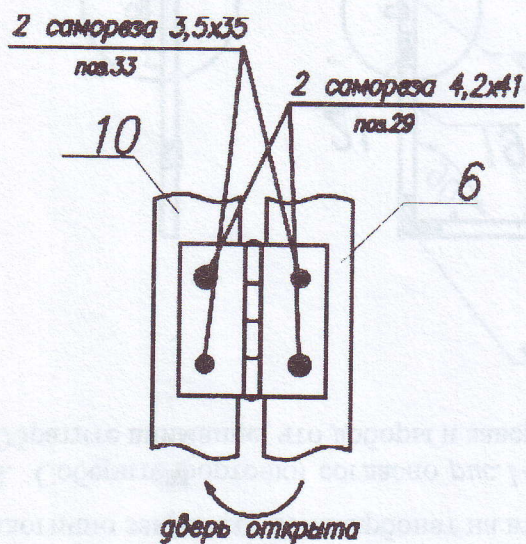
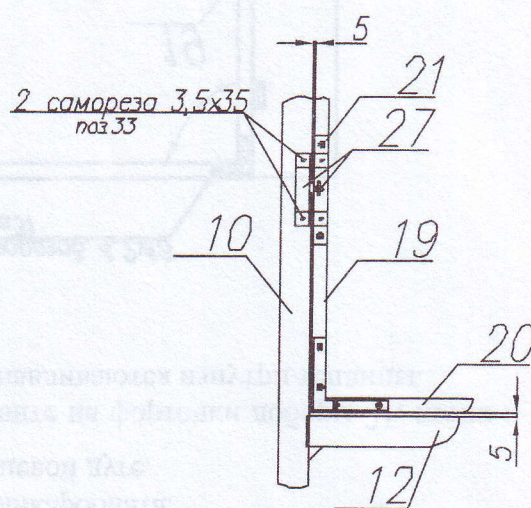
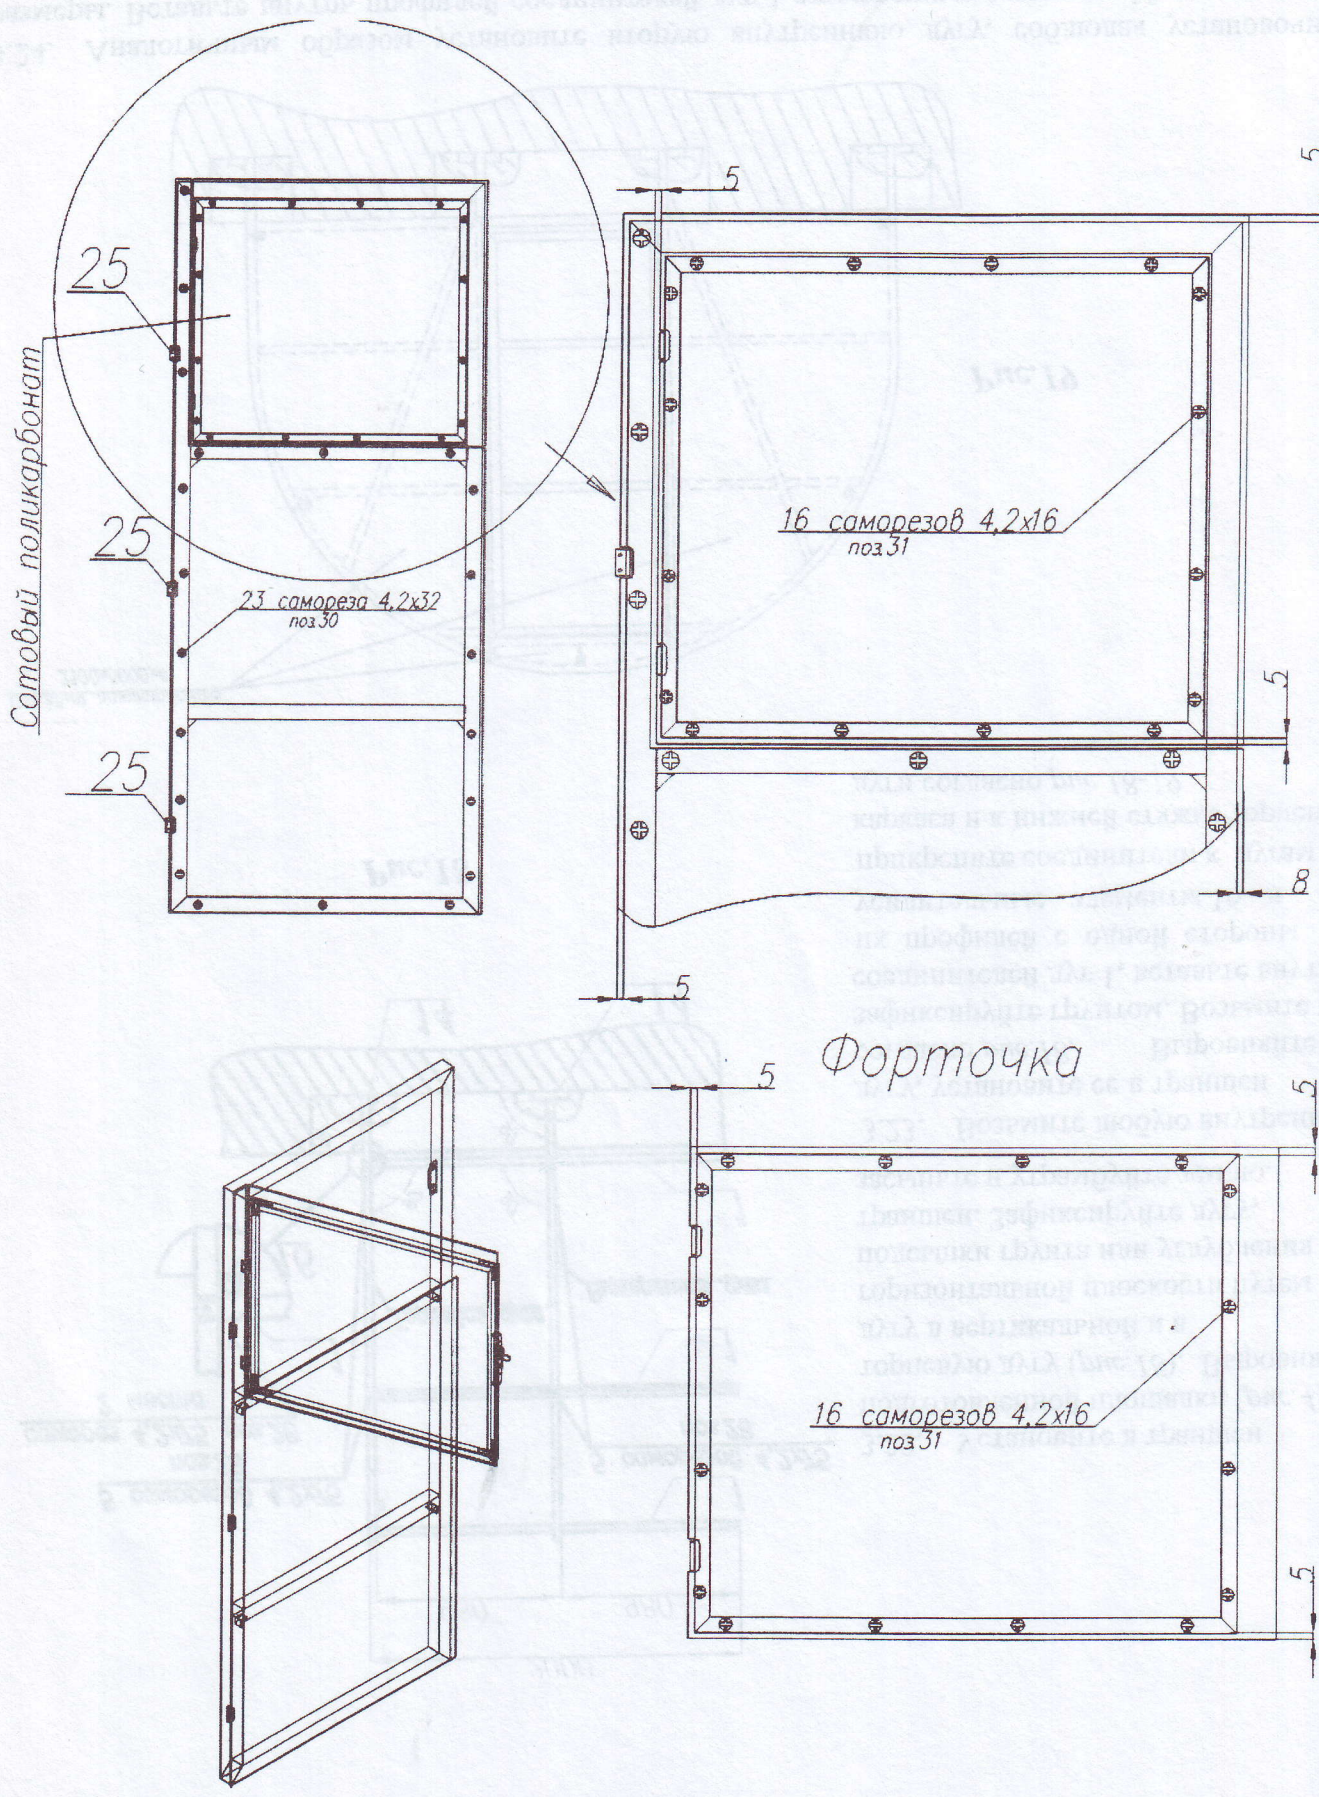

Рис.15
Рис.16
Рис.17
При таком смещении заготовок покрытие, закрепленное на двери с выпуском 5 мм (рис. 17), не будет препятствовать ее свободному открыванию и обеспечит минимальные зазоры при закрытой двери по вертикали.
3.19. Установите форточку в дверь, как показано на *рис.15*, *рис.16*, *рис.17*.
Форточка устанавливается в дверь с зазорами 5 мм, как показано на *рис.16*.
Закрепите скобу завертки 27 напротив самой завертки (рис.16).
3.20. Установите петли на каркас двери согласно *рис. 15* и *рис. 17*.
3.21. Наложите ранее вырезанный кусок поликарбоната на дверь, сделайте разметку согласно *рис.17*, разрежьте покрытие и закрепите его на двери и форточке. Аналогично закрепите покрытие на второй двери.